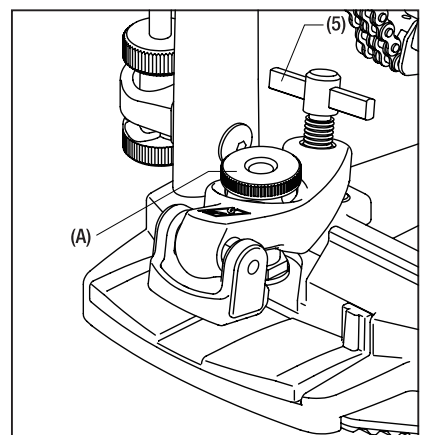

Fig.3 (図3)
Adjust the Hoop Clamp opening by turning nut (A). Adjust as necessary to match the thickness of the bass drum hoop. Then loosen the T-bolt (5) and set the pedal onto the drum hoop. Then retighten the T-bolt (Fig.3).
フープクランプのナット(A)で、クランプの開き具合を調整します。バスドラムフープの厚みに合わせて、クランプの開き具合をあらかじめ調整してください。次にT型ボルト(5)を緩め、バスドラムフープにペダル本体をセットし、しっかりと締めて固定してください(図3)。